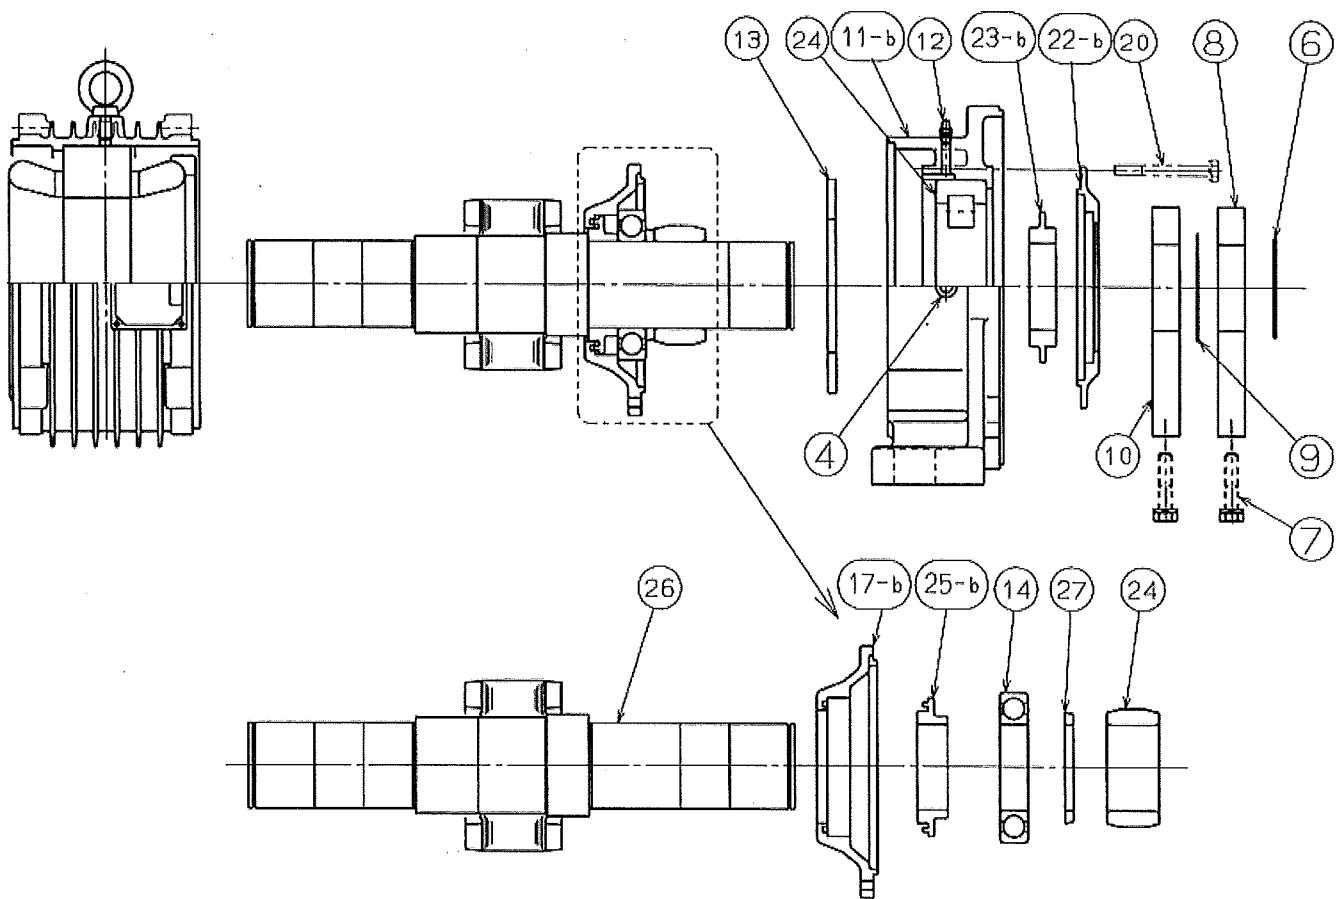

図 5(端子箱からみて、右側の分解図)
- (d) (端子箱からみて左側を分解後)右側を分解する際は図 5 を参照の上、